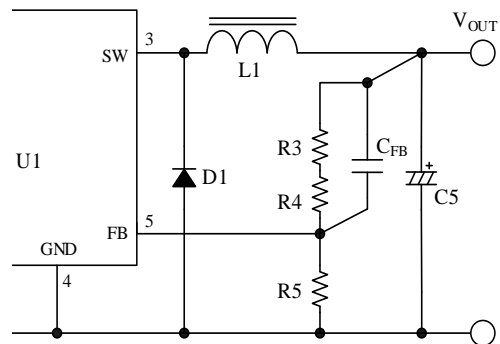

図 12-8 出力コンデンサにアルミ電解コンデンサを使用する場合
*ESR が 100 mΩ 程度の場合、図 12-8 のように FB 端子と V_{OUT} にコンデンサ C_{FB} (220pF~2200pF) が必要です。